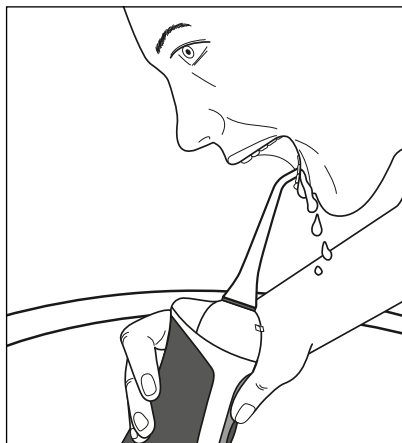

Fig. 1
❶ Nota
- ▶ Durante a utilização, certifique-se de que as aberturas de ventilação ❹ na parte posterior do aparelho portátil ❸ não ficam tapadas pelos dedos.
- ▶ Se, durante a utilização o aparelho portátil ❸ a mantiver demasiado inclinada, pode sair água das aberturas de ventilação ❹.
- ▶ O aparelho portátil ❸ desliga-se automaticamente decorridos aprox. 50 segundos (jet)/aprox. 60 segundos (normal)/aprox. 70 segundos (soft), mesmo com água dentro do depósito de água ❹.
- 4) Introduza o acessório **2** na boca, de modo a evitar salpicos de água. Incline-se sobre o lavatório e mantenha o aparelho portátil **5** o mais vertical possível (ver fig. 1). O injetor **1** do acessório **2** está direcionado para os dentes/espacos interdentais.